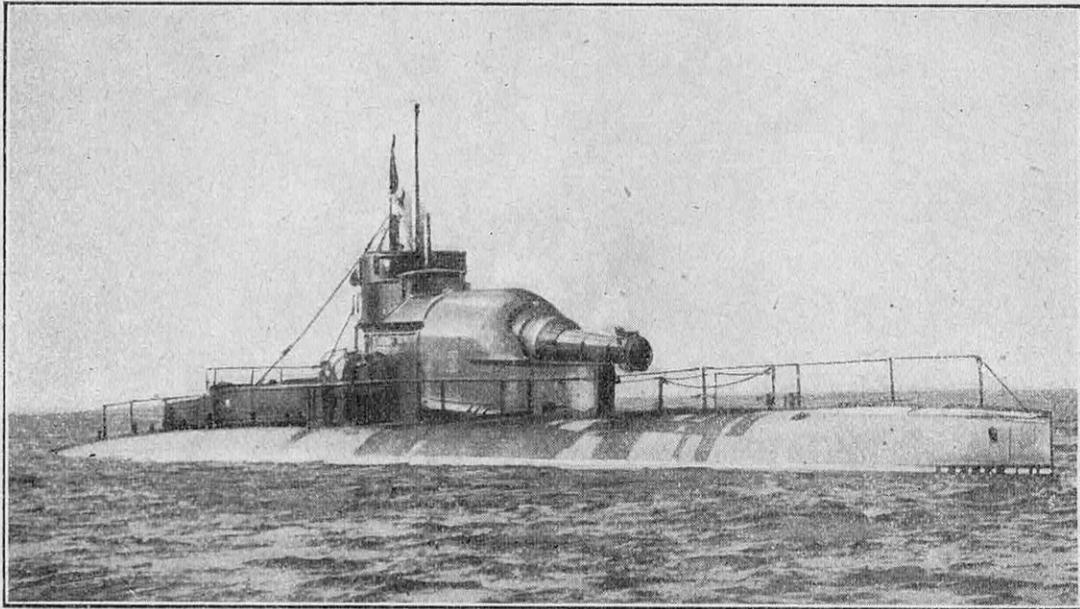

FIG. 13. — LE SOUS-MARIN ANGLAIS « M-1 », COULÉ LE 12 NOVEMBRE 1925 EN FACE DE PORTLAND, DANS DES CIRCONSTANCES NON DÉTERMINÉES
anglais (fig. 13) — catastrophes encore récentes — tous deux coulés par 80 mètres de fond, alors que les profondeurs normales de plongée ne varient qu'entre 10 et 40 mètres.
*Un nouvel appareil de recherches sous-marines.* — Quatre plongeurs avec deux appareils ont été utilisés à Portland pour rechercher le *M-1*. Ces appareils diffèrent essentiellement du scaphandre ordinaire en ce sens qu'ils sont rigides et peuvent résister à la pression de 250 mètres d'immersion. La pression à l'intérieur demeure donc la pression atmosphérique, tandis que le scaphandre souple doit travailler à la pression d'immersion (une atmosphère par dix mètres d'eau), ce qui rend le travail très pénible aux grandes profondeurs (maximum : 50 mètres) et nécessite d'infinies précautions dans la descente et surtout dans la remontée, pour éviter les embolies (fig. 13 bis).
FIG. 13 bis. — L'APPAREIL ALLEMAND UTILISÉ POUR LES PLONGÉES DE GRANDE PROFONDEUR